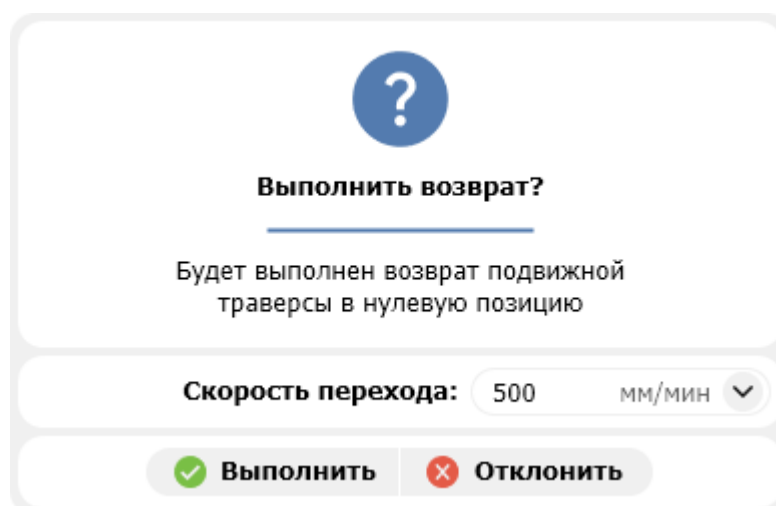

Рисунок 3.13
- «Перейти к нулевой позиции» – вызов запроса на выполнение перемещения подвижной траверсы в нулевую позицию с заданной скоростью с автоматическим ускорением и замедлением (см. рис. 3.13).